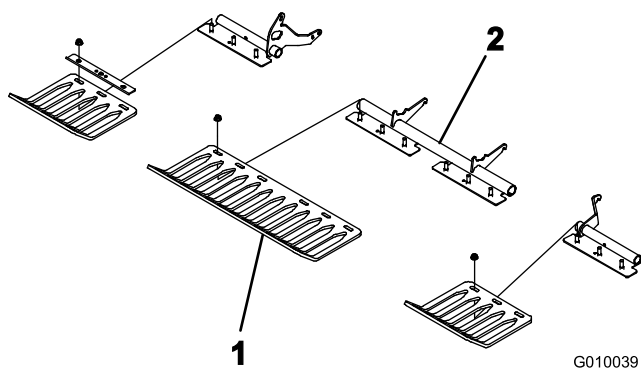

図 24
3. ターフ・ガード・ブラケットにターフ・ガード 4 本を仮止めする；全部で 12 本のフランジ・ナットを使用（図 24）。この時点ではまた本締めしないこと。
注 ターフ・ガード・クランプとフランジ・ナットはターフ・ガード・ブラケットに取り付けて出荷されています（図 24）